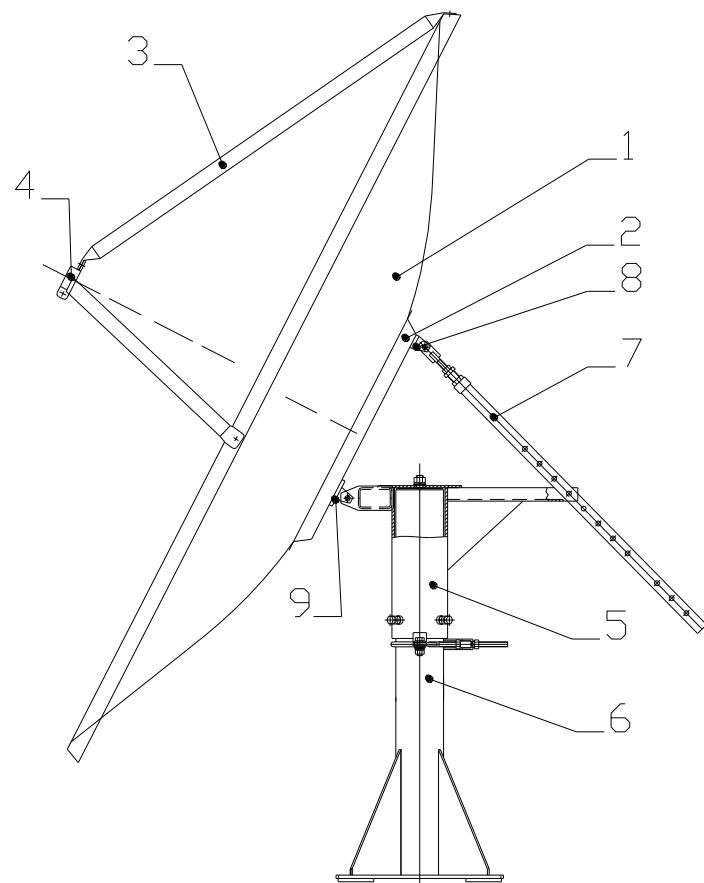

Рис. 1
3. Установку рефлектора на ОПУ необходимо производить втроем. Двое держат рефлектор, а третий заводит ушки ОПУ в проушины кронштейнов. Вставить в отверстия спецболты M12. Закрепить. Совместить проушину верхнего кронштейна с тягой ОПУ и закрепить спецболтом M12(см. Рис.1).